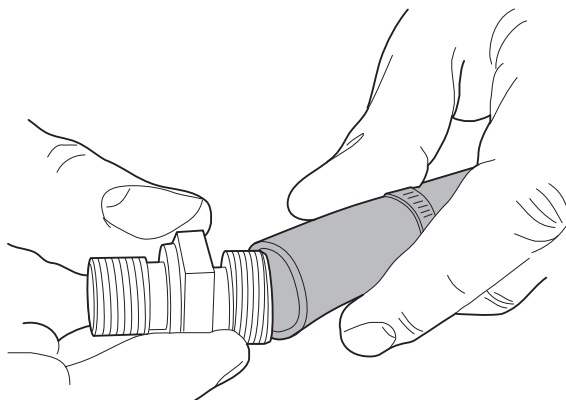

图 2-7 将排气软管与除水阀相连接
3. 用力把从 2420 ELS 检测器后面导出的内径 1/2 英寸的排气软管直接套到接头的螺纹端 (图 2-7)。